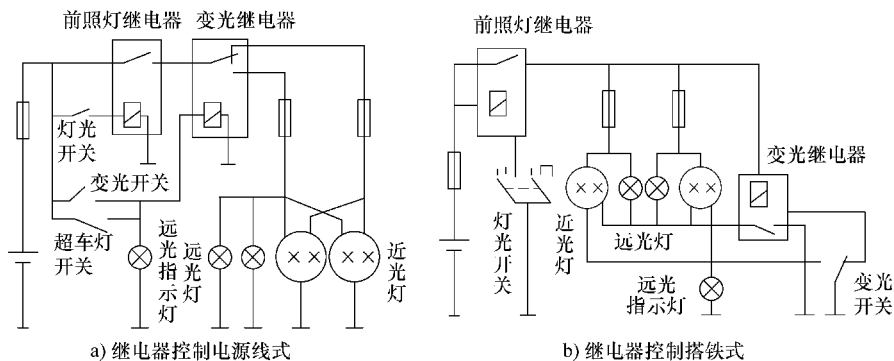

图 11-22 前照灯控制电路
(1) 前照灯的作用 前照灯又称“大灯”，装于汽车头部两侧，用于夜间行车时的道路照明。
(2) 前照灯控制电路 前照灯功率较大时，一般采用继电器控制，它主要由灯光开关、变光开关、前照灯继电器及前照灯组成，如图 11-22 所示。